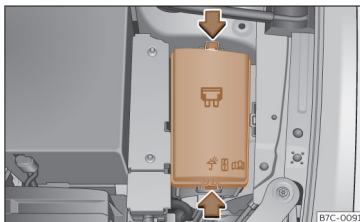

Fig. 189 Dans le compartiment moteur : cache du boîtier de fusibles.
- Appuyez sur les languettes de verrouillage pour déverrouiller le cache du boîtier à fusibles >>> **fig. 189**.